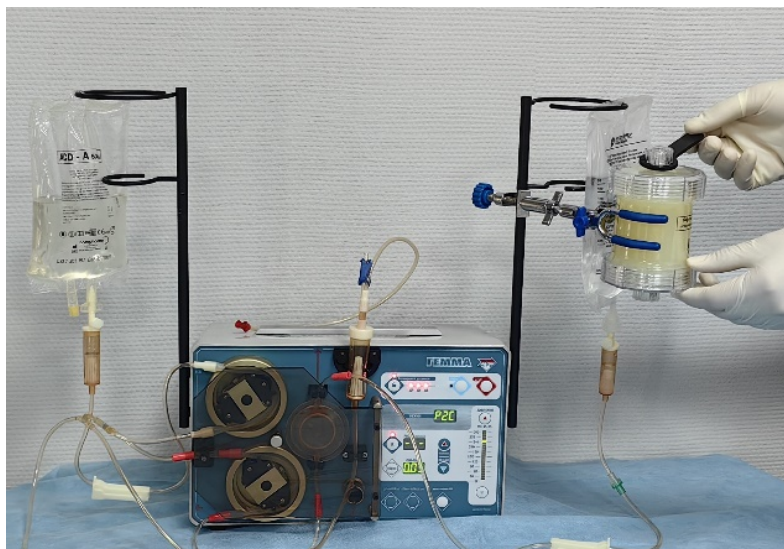

Рисунок 3.20
- 3.10. При помощи ключа (входит в комплект с колонкой) откройте заглушку на нижней крышке колонки (рис. 3.20)